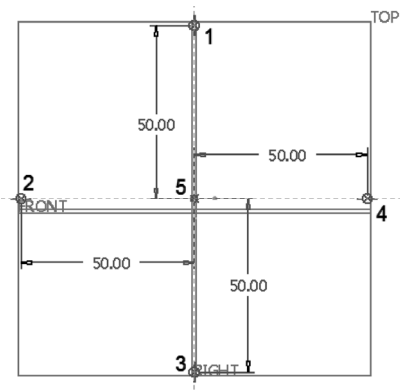

图 5-103 绘制几何点
5) 在功能区的“草绘”选项卡的“基准”组中单击 (几何点) 按钮，依次绘制图 5-103 所示的几何点（一共 5 个几何点），然后单击 (确定) 按钮。